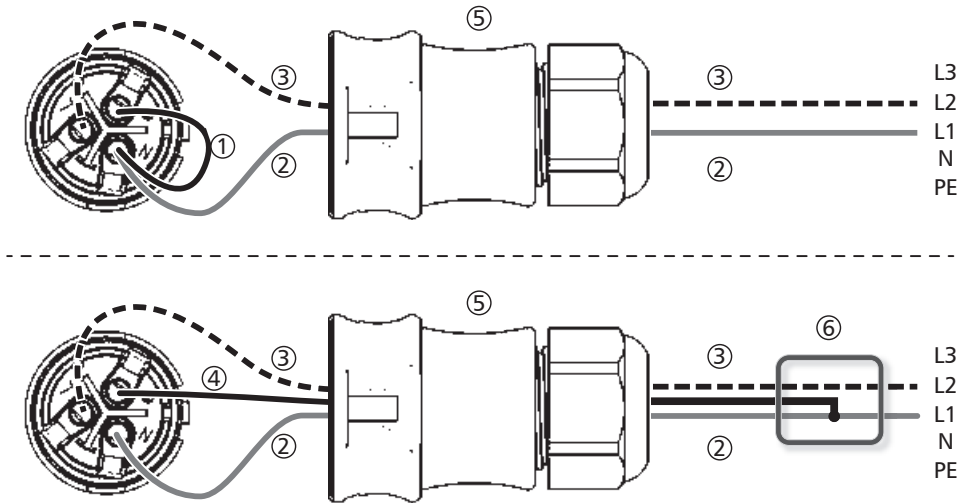

Fig. 8: Conexión de N y FE en el conector de CA (arriba) o en un subdistribuidor (abajo)
- Conectar N y L por el lado del inversor entre los conductores externos L1 – L2. Ver ② y ③ en la Fig. 8.
- La Fig. 8 ejemplifica la conexión de L1 y FE por el lado del inversor:
- Fig. 8: como arriba.
2. Conectar *una* de las dos fases conectadas a FE por el lado del inversor. Llevar a cabo esta conexión en el conector de CA o bien en un subdistribuidor externo; ver Fig. 8.